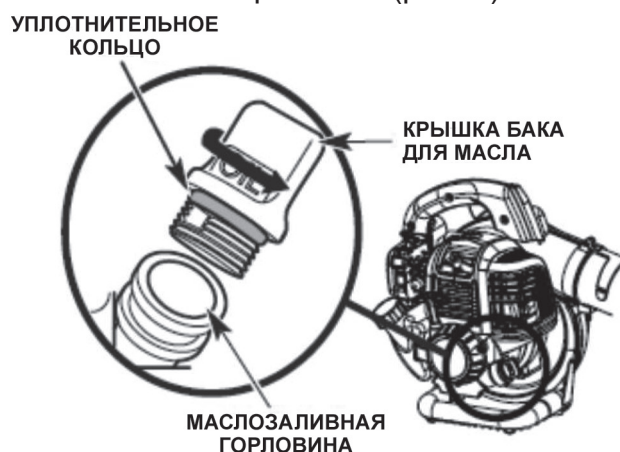

РИС. 8
- 2) Отвинтить пробку маслосливного отверстия (рис. 8)
- 3) Залейте всю емкость масла в маслосливное отверстие (рис. 8)
**ПРЕДУПРЕЖДЕНИЕ!** Не переливайте. См. Проверка уровня масла. Никогда не добавляйте масло в топливный бак. Этот агрегат имеет четырехтактный двигатель. НЕ смешивайте масло с бензином. Вытрите пролитое масло. Убедитесь, что уплотнительное кольцо находится на месте на пробке маслосливной горловины (рис. 8).